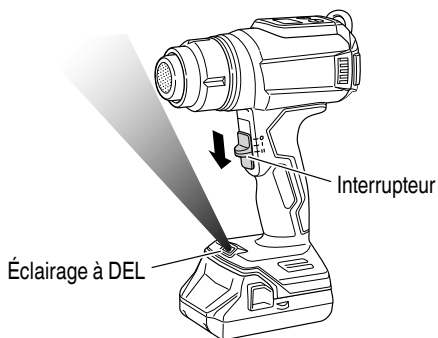

Fig. 11
- ## 3. Comment utiliser la DEL d'éclairage. (Fig. 11)